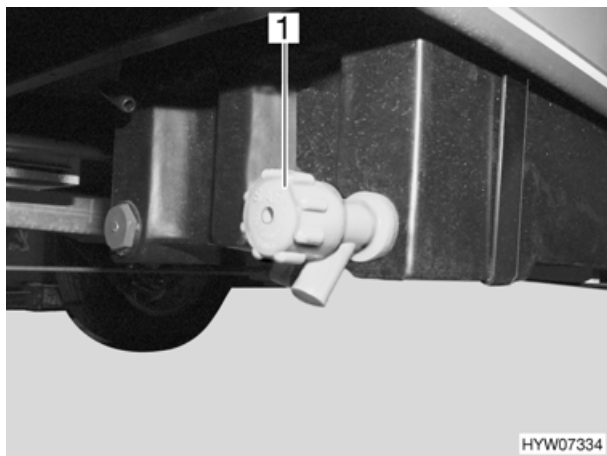

Fig. 85 Rubinetto di scarico per serbatoio delle acque grigie
- Girare il coperchio (Fig. 85,1) del rubinetto di scarico in senso antiorario.
- Girare il coperchio (Fig. 85,1) in senso orario.